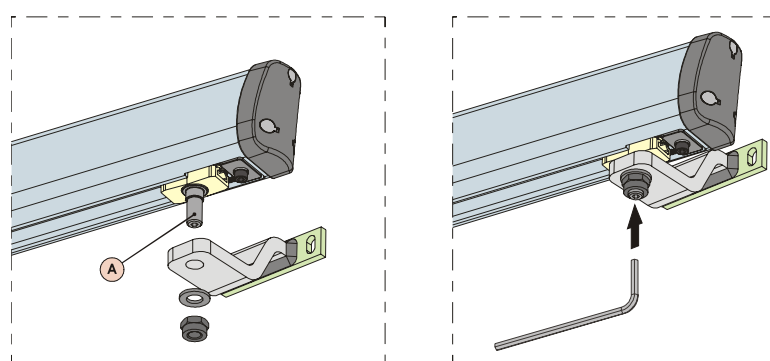

Fig. 11
4) Assembler la patte antérieure d'après la Fig.11. Dans la partie inférieure de la patte d'attache, on a réalisé un logement hexagonal CH=5 (Fig.11 réf.A) pour faciliter les opérations de montage.